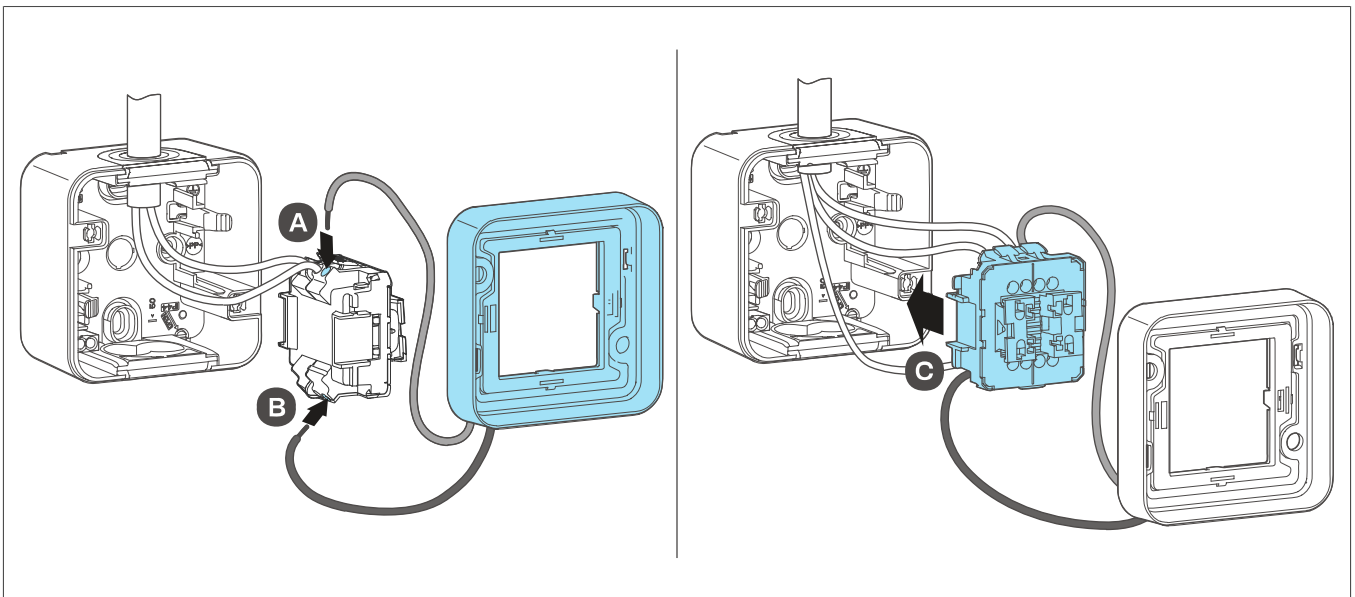

Bild 10: Beleuchtbaren Rahmen anschließen (links) / Einsatz einrasten (rechts)
- 4 Beleuchtbaren Rahmen (3) für die Dauer-, Orientierungs- oder Kontroll-Beleuchtung anschließen **A** und **B** (Bild 10, links).
- 5 Den Einsatz (4) wieder im Gehäuse-Unterteil einsetzen bis er an den Halterungen (7) einrastet **C** (Bild 10, rechts).